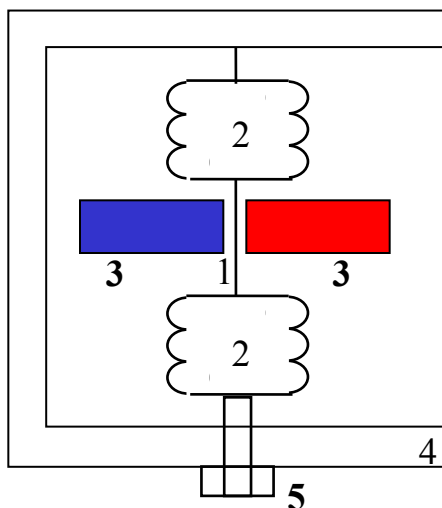

Рис.4.2.8. Датчик струнного микробарометра.
2.1. Струнный микробарометр (рис. 4.2.8).